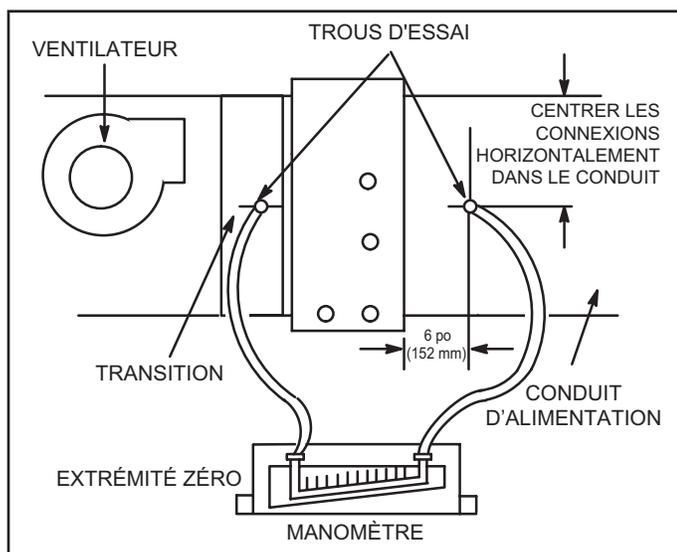

FIGURE 6. Emplacement des trous d'essai
- 1 - Percez des trous d'essai dans le conduit d'alimentation pour mesure la chute de pression dans le serpentin CH23. Reportez-vous à la FIGURE 6.